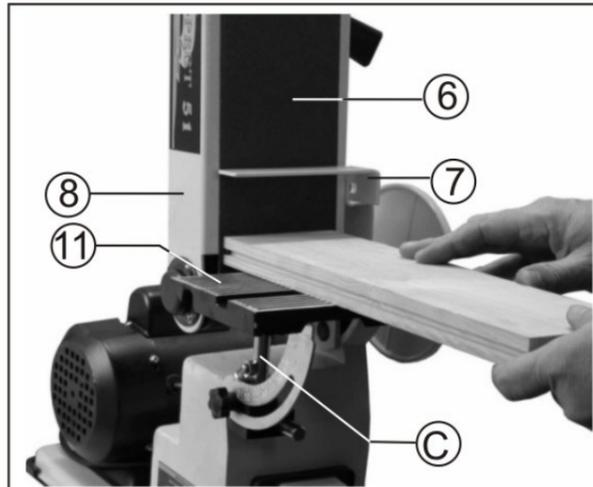

Рис.8
### 9.3. Перестановка рабочего стола (Рис.8)
Когда стол (8) (шлифовальной ленты) поднят, можно переместить рабочий стол (11) и установить его перед шлифовальной лентой (6). Выполните следующее: ослабьте фиксирующую гайку (13), выверните вал опорный (С), Рис.4, установите его в резьбовое отверстие корпуса перед шлифовальной лентой (6), как показано на Рис.8 и затяните фиксирующую гайку (13), как показано на Рис. 4. Установите рабочий стол (11) в нужную позицию, затем затяните фиксирующий болт рабочего стола (11) на опорном валу (С), оставив минимальный зазор между шлифовальной лентой (8) и боковой поверхностью рабочего стола (11).
Когда шлифовальная лента (6) расположена вертикально, деталь опирается на задний упор (7) или рабочий стол, Рис.8.